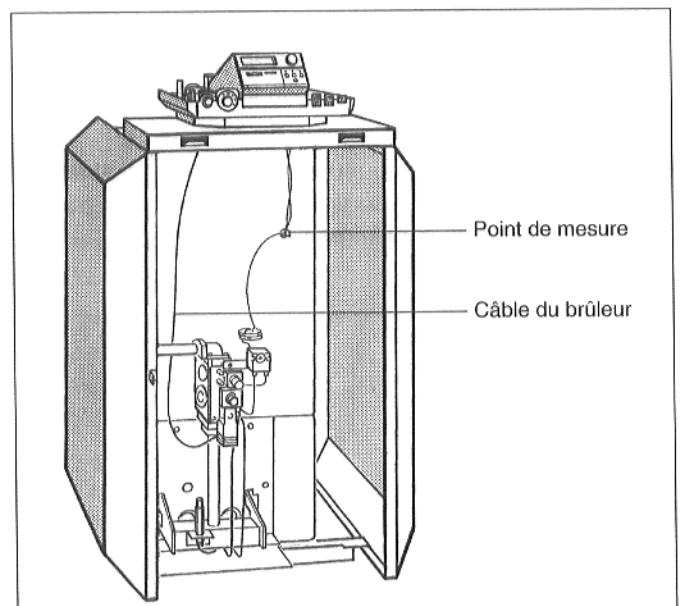

Fig. 12 : paroi avant de la chaudière
- Guider les tubes capillaires de la sonde thermostatique et, en cas de régulation "Ecomatic", la conduite de sonde thermostatique de l'eau de chaudière vers l'avant sous le capot avant de la chaudière jusqu'au point de mesure. Ne dérouler que les longueurs nécessaires (fig. 12).
- Amener le câble du brûleur jusqu'au côté de raccordement de l'appareil de régulation en le faisant passer par l'arrière sous le capot avant de la chaudière (fig. 12).